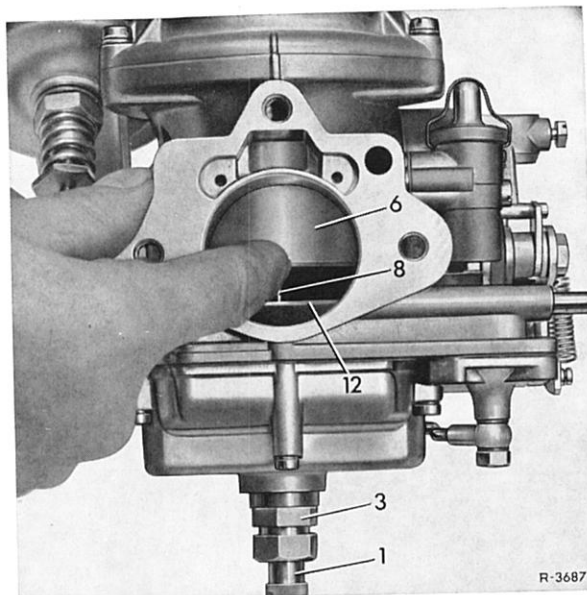

Bild 07-4/13
7 Halteschraube (3) langsam festziehen. Hierbei laufend prüfen, ob die Düsenadel (8) weiterhin freibeweglich in der Nadeldüse bleibt. Dazu den Luftkolben etwa 2–3 mm anheben und frei fallen lassen. Der Luftkolben muß dabei **hörbar** und ohne Reibung auf der Brücke (12) aufschlagen (Bild 07-4/13). Ist dies nicht der Fall, so ist die Düsenzentrierung zu wiederholen.